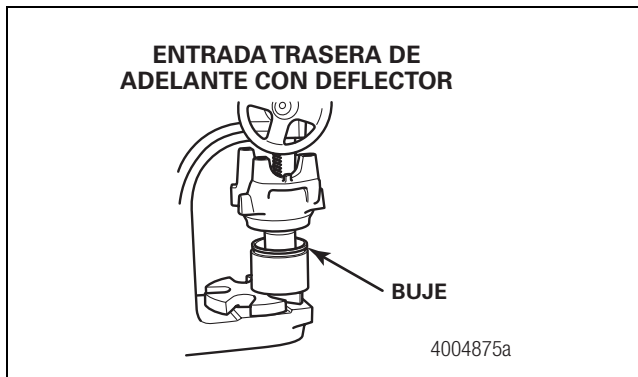

Figura 5.102
5. Aplique una ligera capa de aceite de ejes al muñón del sello del yugo. Coloque el buje en el impulsor de buje de yugo de entrada del eje trasero de adelante. No toque las áreas engrasadas del buje. El buje debe mantenerse limpio antes de ensamblarse en el sello. Use una prensa para ejes y el impulsor correcto para instalar el buje en el yugo. Verifique que el buje esté totalmente asentado en el yugo. Figura 5.102.